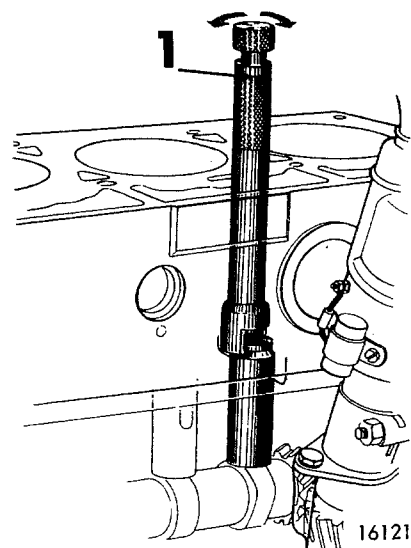

Fig 01-61. Användning av gripverktyg för ventillyftare
4. Lyft upp ventillyftarna, se fig 01-61.